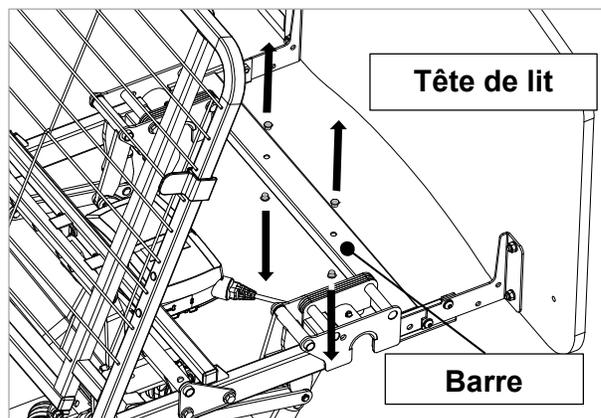

Figure 7.1
1. Retirez les 4 capuchons des trous de la barre transversale du cadre et du côté tête du lit, comme illustré à la Figure 7.1. Ne jetez pas ces capuchons car ils devront peut-être être remis en place si le support de la potence est retirée ultérieurement.